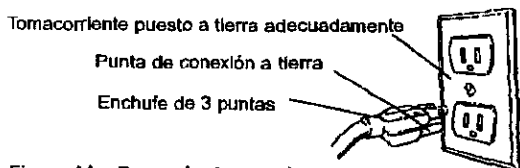

Figura 14 – Receptáculo para 3 Puntas
- El enchufe de conexión a tierra deberá conectarse directamente a un zócalo para 3 clavijas instalado y conectado debidamente a tierra, tal como se muestra en la Figura 14, página 31.